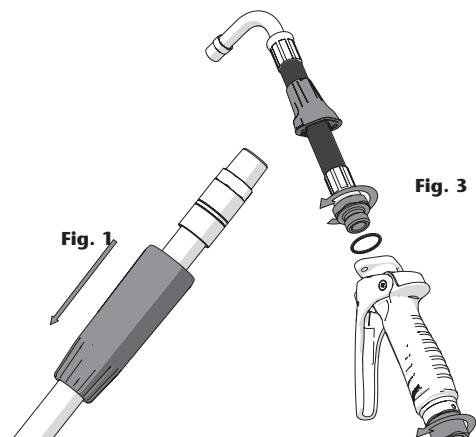

Fig. 3
- Pour connecter le pistolet au réseau, maintenir l'extrémité du corps de la poignée et l'extrémité du tuyau, et visser en même temps le raccord tournant pour le serrer (fig. 3).